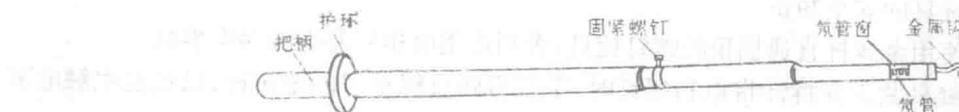

图2-3 10千伏高压验电器
② 高压验电器 高压验电器又称高压测电器，10千伏高压验电器由金属钩、氖管、氖管窗、固紧螺钉、护环和握柄等组成，如图2-3所示。